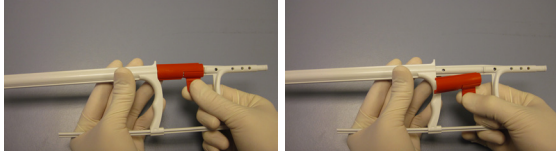

Figura 3 - Rimozione del sigillo di spedizione
• Lo stent autoespandibile è limitato nello spazio dal lume filo guida e la guaina di rilascio stent. Qualsiasi movimento involontario durante il ritiro della guaina è limitato dal dispositivo di rilascio. La guaina di rilascio dello stent ha una zona radiopaca nella sua estremità distale. Anche la punta è radiopaca. I punti prossimali e distali agli stent caricati sono indicatori radiopachi. Prima dello spiegamento, il sigillo di spedizione (Figura 3) deve essere rimosso ed eliminato.